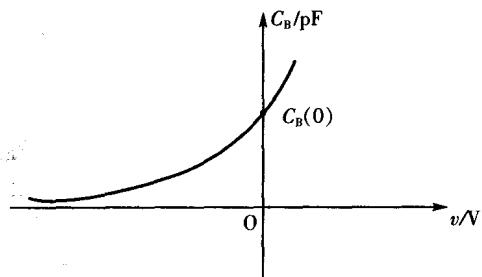

图 1.2.2
(4)PN 结的电容特性。PN 结除呈非线性电阻特性外,还具有非线性电容特性。有势垒电容 C_B 和扩散电容 C_D 之分。当 PN 结正偏时,主要是扩散电容 C_D ,其大小与扩散电流呈正比。当 PN 结反偏时,主要是势垒电容 C_B ,它随外加反偏电压的变化而变化,其关系特性的定性描述如图 1.2.2 所示。